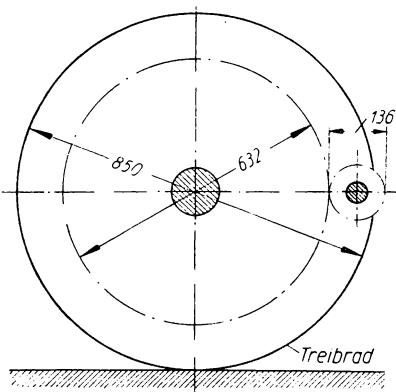

Bild 13
- 44.** Ein Straßenbahn-Elektromotor treibt mit einem Zahnrad von 136 mm Teilkreisdurchmesser ein großes, auf der Laufachse angeordnetes Zahnrad von 632 mm Teilkreisdurchmesser (Bild 13). Die auf den Schienen laufenden Treibräder der Achse haben 850 mm Durchmesser. Zu berechnen ist a) die Drehzahl in U/min der Achse, wenn der Wagen eine Fahrgeschwindigkeit von 45 km/h hat; b) Die Umfangsgeschwindigkeit der Zahnräder Teilkreise; c) die erforderliche Drehzahl in U/min des Motors.